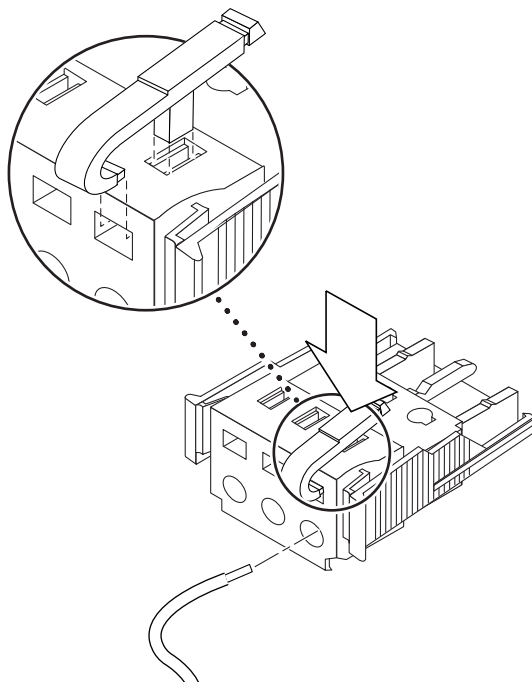
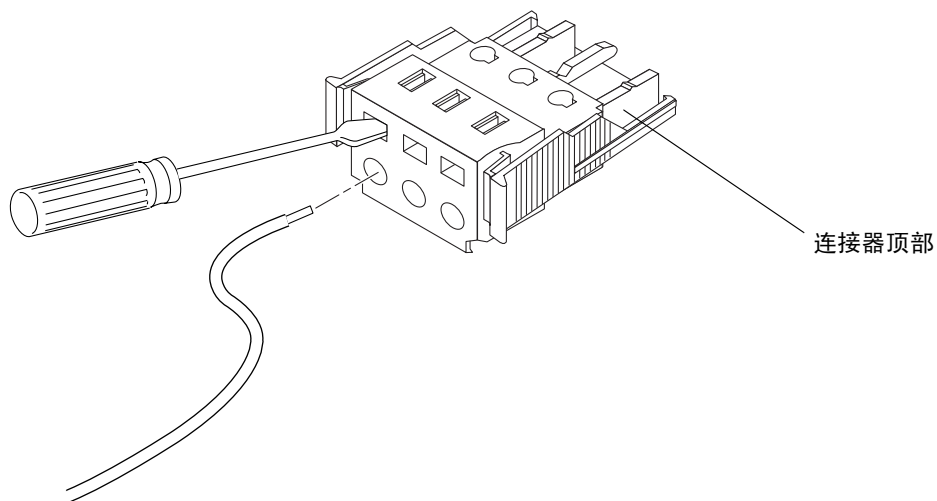

图 3-3 打开 DC 连接器盒夹（操作杆方法）
图 3-4 打开 DC 连接器盒夹（螺丝刀方法）
6. 将盒夹操作杆的尖端，插入 DC 连接器上要插入第一根导线的孔的正上方的矩形孔中。然后按下盒夹操作杆（请参见图 3-3）。这样就可打开 DC 连接器该部分的盒夹。
通过将一个小槽形螺丝刀，插入 DC 连接器上要插入第一根导线的孔的正上方的矩形孔中，并向下压按螺丝刀，也可以打开 DC 连接器盒夹（请参见图 3-4）。
如果您需要从 DC 连接器中去掉一根线，可将盒夹操作杆或小螺丝刀插入该线正上方的槽中，并向下压（图 3-3 和图 3-4）。